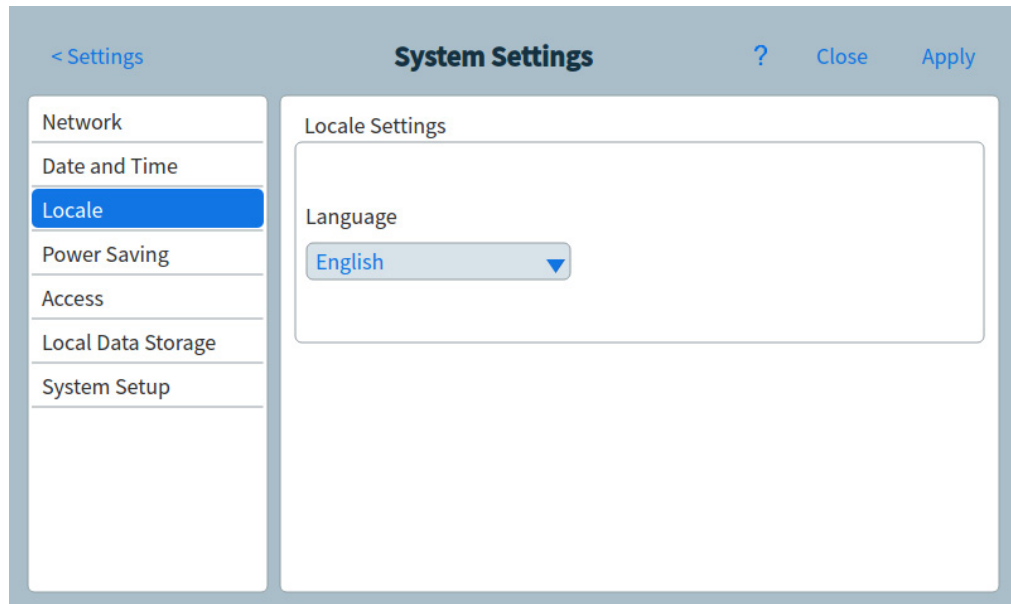

Figure 58. Page Paramètres régionaux
- 1 À partir de la page Paramètres du système, sélectionnez le bouton de sélection de page **Paramètres régionaux**. La page Paramètres régionaux apparaît. Voir **Figure 58**.